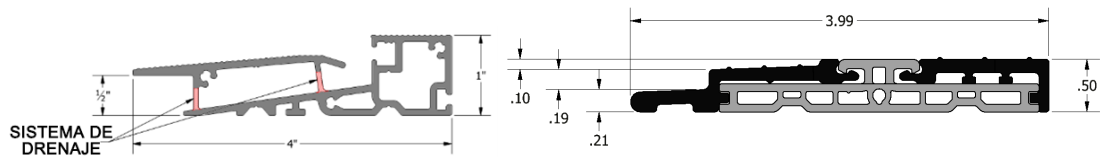

Figura 2: Umbral HP (izquierda) frente a umbral LP (derecha)
- D) El umbral de la puerta debe estar completamente apoyado a lo largo de la superficie que soporta el peso del umbral. La superficie que soporta el peso se define como todo el tramo desde el borde interior del marco hasta el borde exterior del marco en el umbral LP, y un mínimo de 2 ¼ in (5.7 cm) desde el borde interior del marco hasta el borde exterior del marco en el umbral HP. (*Consulte la figura 2*)